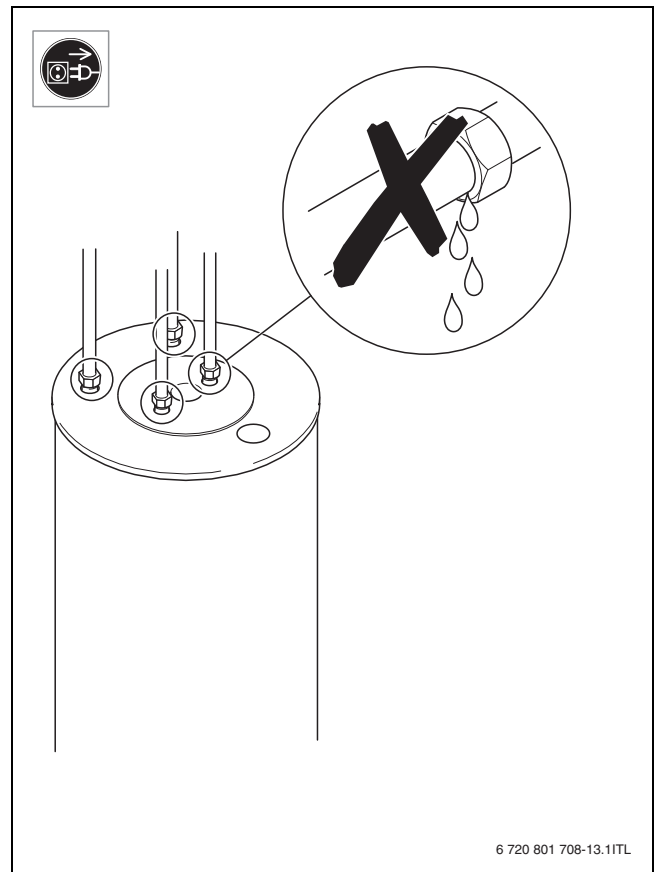

Fig. 12
- ▶ После нового заполнения проверьте отсутствие протечек (→ рис. 12, стр. 53).